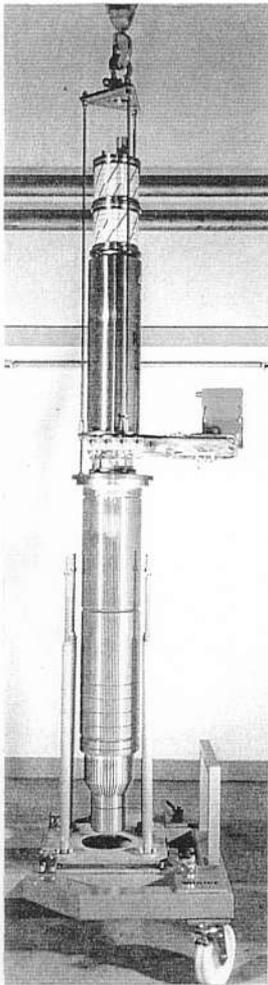

Abb. 21. Ausfahren des Klystrons aus dem Transportwagen
- h) Jetzt kann das Klystron vorsichtig aus dem Transportwagen entnommen werden (Abb. 21.)